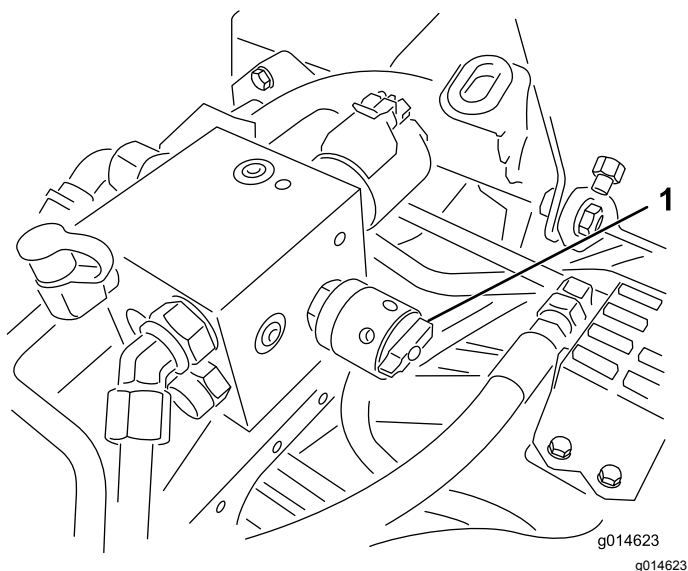

Figura 48
4. Per impostare la velocità dei cilindri girate la manopola (Figura 48) fino a portare le frecce in linea con il numero corrispondente all'impostazione desiderata.